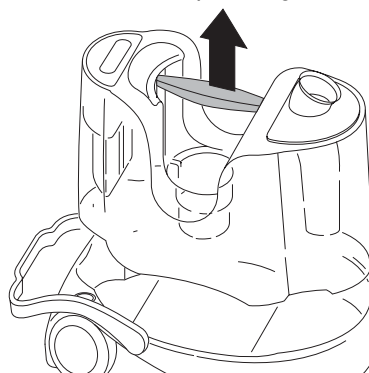

fig. 3
- Verwijder de vergaarbak voor vloeistoffen/vaste stoffen **H**, met behulp van het handvat voorzien op de vergaarbak (fig. 3).